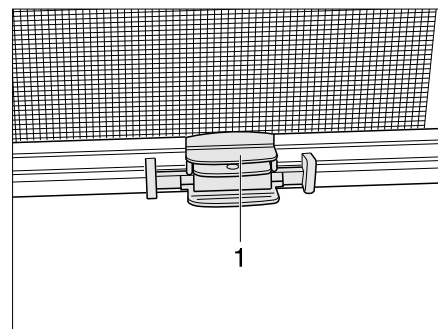

Bild 51 Rollo
- Abschluss-Stab (Bild 51,1) des Insektenschutzrollos in der Mitte greifen und zum Abschluss-Stab des Verdunklungsrollos führen.
- Abschluss-Stab (Bild 51,1) des Insektenschutzrollos halten und Rastklinge betätigen.